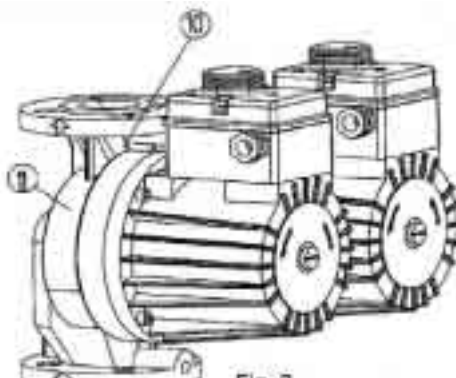

Fig. 2
Gli NCD e NCDM hanno corpo pompa doppio (fig. 2 – pos. 11) con clapet incorporato che si posiziona automaticamente in base alla direzione del flusso dell'una o dell'altra pompa.
The NCD, NCDM pumps have a double hydraulic casing (Fig. 2 – Pos. 11) where a tiltable flap is built-in (Fig. 2 – Pos. 10) tilting automatically, depending on the flow direction of one or another pump.
NCD, NCDM насосы имеют двойной гидравлический корпус (Рис. 2 – Пункт 11), куда встроен висячий клапан (Рис. 2 – Пункт 10), который автоматически поворачивается в зависимости от тока энергоносителя одного или другого насоса.